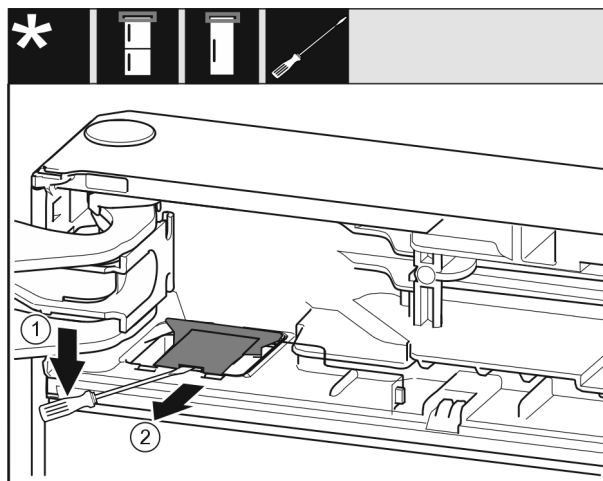

Fig. 10
- Con un cacciavite a intaglio disinnestare la copertura Fig. 10 (1).
- Estrarre la copertura Fig. 10 (2).